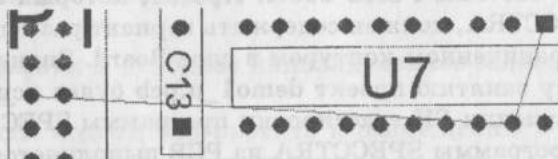

Рис. 2.1. Цепь EN2 после выбора
- щелкнуть ЛК на первом контакте U7 — цепь EN2 будет выбрана (рис. 2.1); повторный щелчок ЛК на контакте выделенной цепи снимет выделение.
- команда Select>Nets>ByList>EN2>Fit Selection>Close позволяет выбрать и вписать в экран все контакты цепи EN2 из списка: (рис. 2.1);